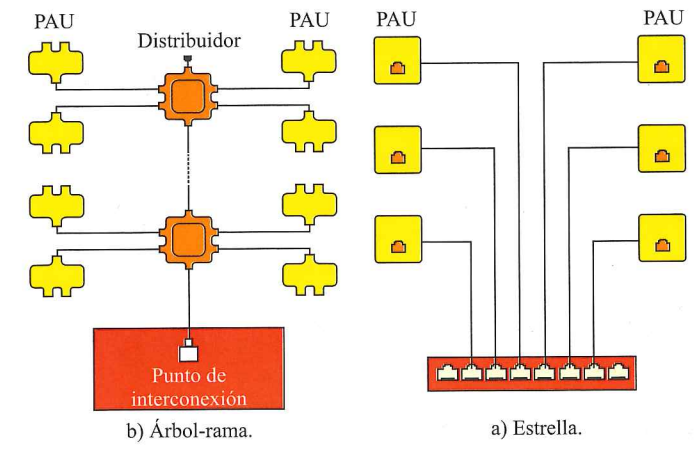

Figura 6.5. Topologías de instalación.
- Red de cable de pares o red de cables de pares trenzados, utilizando una topología en estrella (Figura 6.5.a).
- Red de cable coaxial, con una topología en árbol (Figura 6.5.b) o en estrella, según las características del edificio.